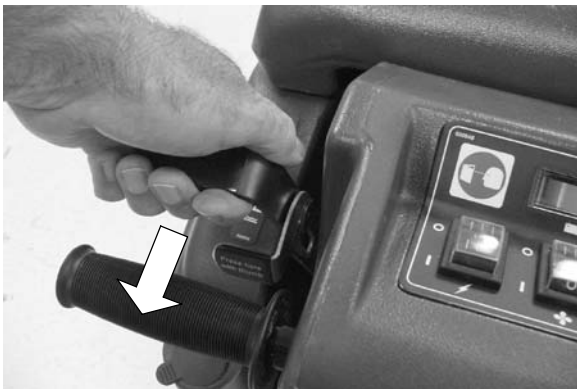

FIG. 4
- Tirez sur le levier de soulèvement du racloir, pour soulever la bride de montage du racloir (Figure 4).